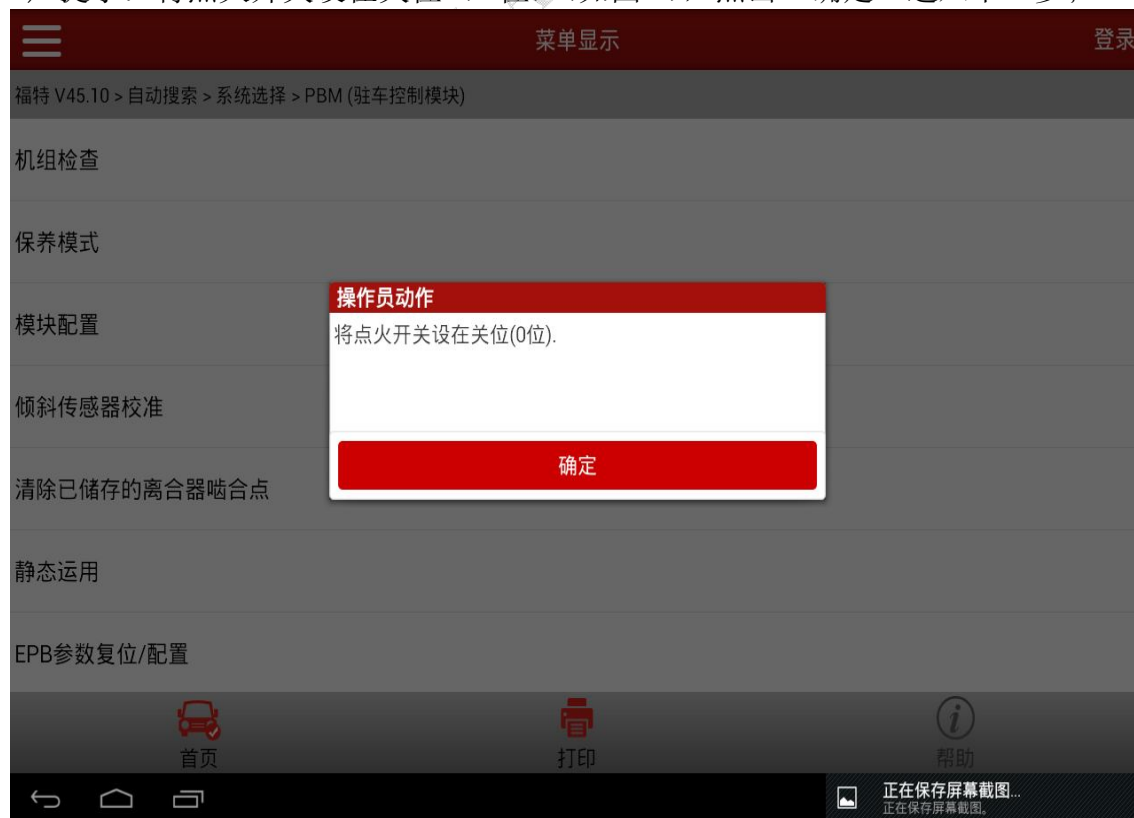

图 5
5). 提示：将点火开关设在关位（0 位）（如图 5），点击“确定”进入下一步；